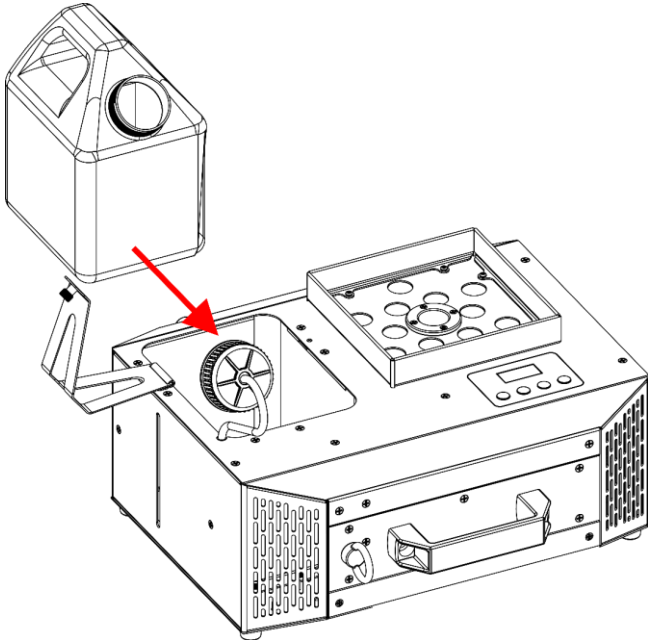

Fig. 34
- 09) Vuelva a colocar el **depósito de líquido (02)** en el dispositivo, como se muestra en la Fig. 34.